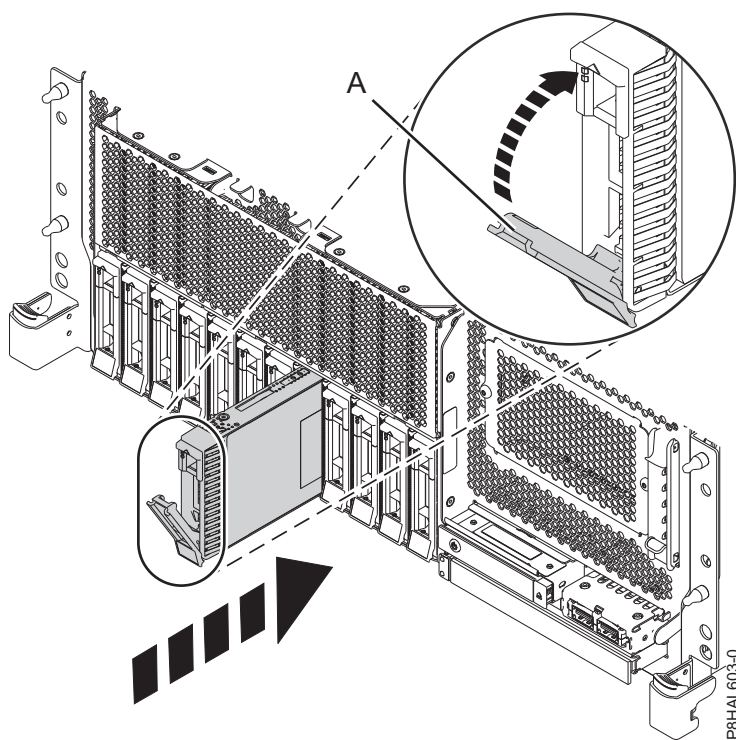

Figura 125. Substituir uma unidade de disco num sistema de função base montado em bastidor
4. Desbloqueie a pega do compartimento de unidade (**A**) apertando-a e puxando-a para fora. Se a pega não estiver completamente fora, a unidade não deslizará para dentro do sistema. Consulte a Figura 125 na página 140, Figura 126 na página 140, Figura 127 na página 141 e a Figura 128 na página 142.
8. Quando o LED identificador pisca para a ranhura seleccionada, faça deslizar a unidade completamente para a ranhura empurre a pega do compartimento de unidade (**A**) até bloquear, como mostrado na Figura 125 na página 140, Figura 126 na página 140, Figura 127 na página 141 e Figura 128 na página 142.